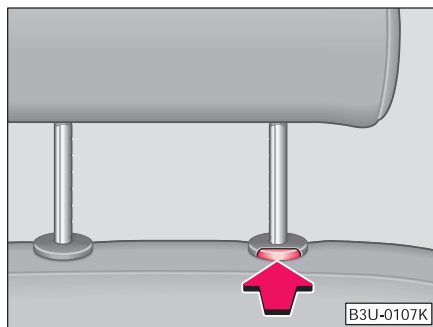

Fig. 45 Demontarea tetierelor
- Apăsați tasta de siguranță în direcția săgeții ⇒ Fig. 45 și scoateți tetiera.